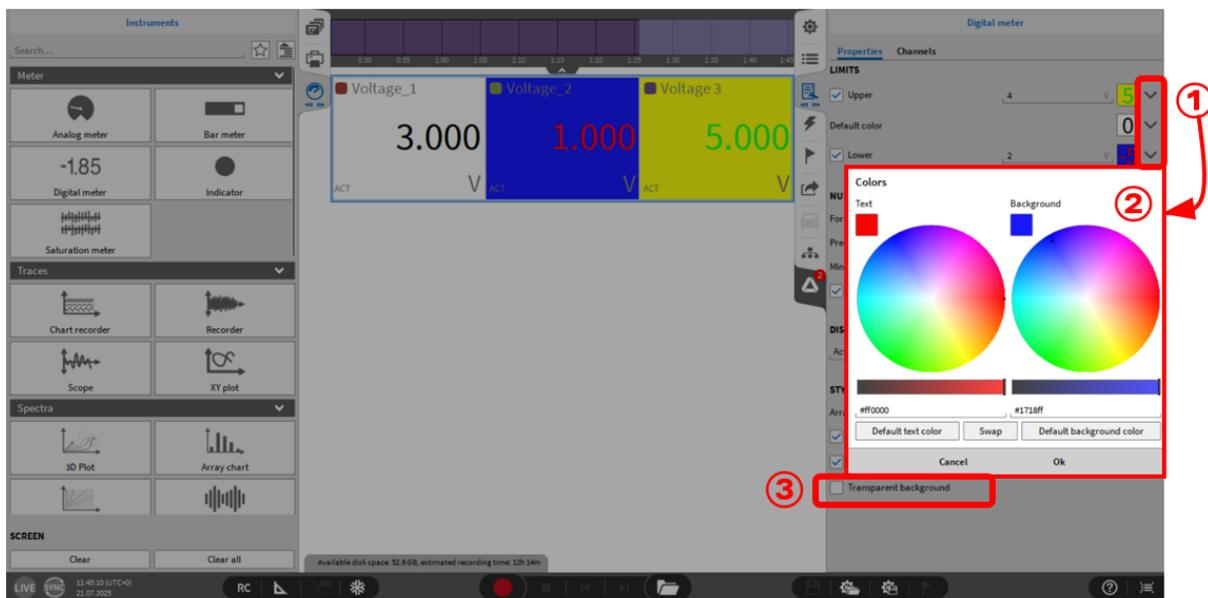

Abb. 8.8: Digital meter – Grenzwerte
- Grenzen: die Skala und die Anzeigenadel können nach definierten Grenzen eingefärbt werden. Es ist möglich, Farben für die obere und untere Grenze sowie eine Hintergrundfarbe zwischen der oberen und unteren Grenze zu definieren. Zunächst muss ein Wert für die Grenzen festgelegt werden (außer für die Default Einstellung). Anschließend kann durch Drücken der in Abb. 8.8 gezeigten Schaltfläche ① eine Farbe für den Text und den Hintergrund festgelegt werden. Durch Drücken einer der Schaltflächen in ② für die jeweilige Grenze erscheint ein neues Fenster (② in Abb. 8.8). Hier kann sowohl die Farbe für den Text selbst als auch die Farbe für den Hintergrund festgelegt werden. Mit den Schaltflächen „Standard-Textfarbe“ und „Standard-Hintergrundfarbe“ kann man zu den Standardeinstellungen zurückkehren, mit der Schaltfläche „Tauschen“ kann man die Einstellung für den Text und den Hintergrund vertauschen. Durch Drücken der Taste „OK“ werden die Einstellungen für das ausgewählte Digitalinstrument gespeichert.
Für den Hintergrund ist es notwendig, die Option „Transparenter Hintergrund“ zu deaktivieren (③ in Abb. 8.8).